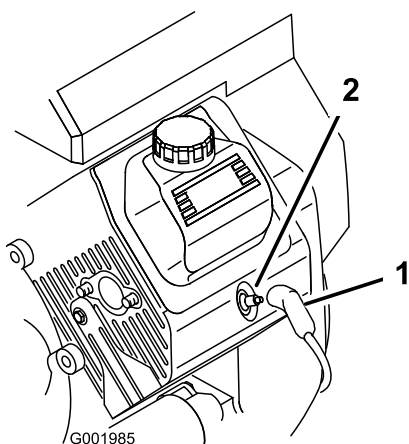

Рисунок 39
- Снимите провода со свечей зажигания (Рисунок 39).
3. Наденьте провода на свечи зажигания (Рисунок 39).